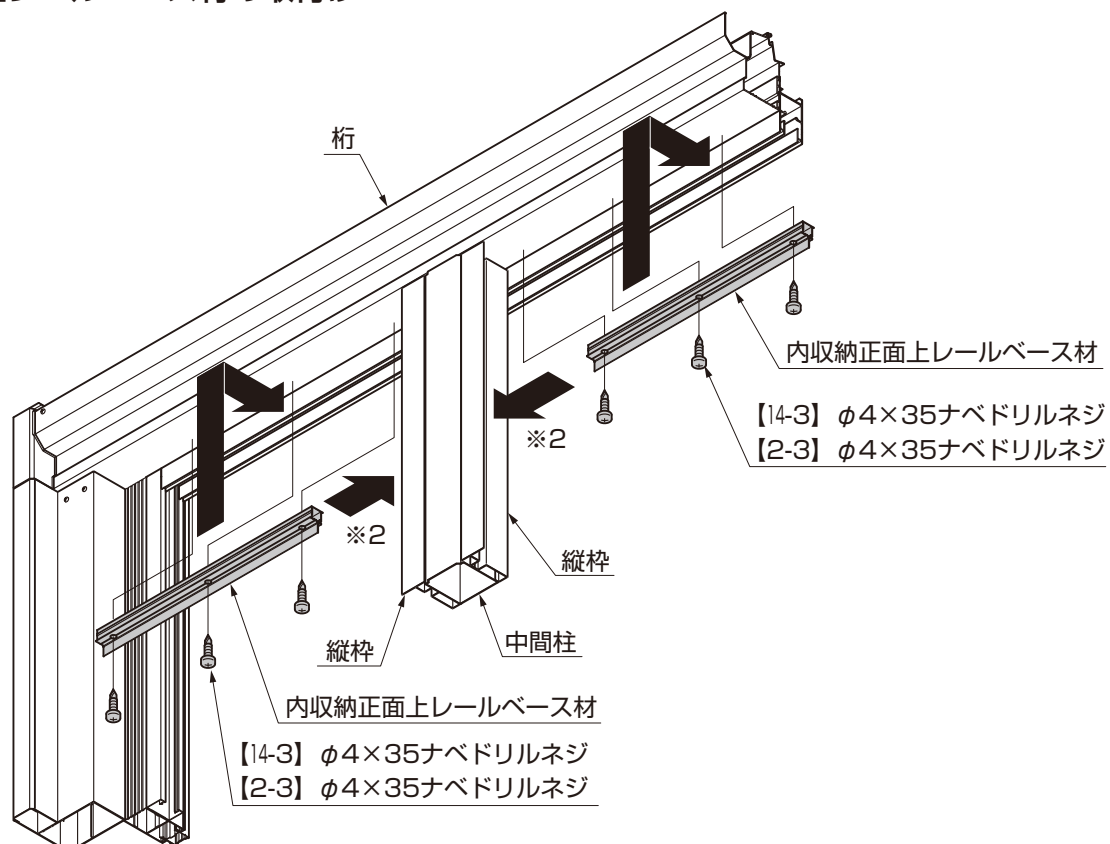

図3-6
- 内収納正面上レールベース材は縦枠に突き当てて取付けてください。（※2）（図3-6参照）